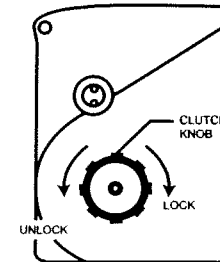

Figure 9
2. Pour dérouler le câble, tournez le bouton d'embrayage dans le sens contraire des aiguilles d'une montre et dévidez la quantité de câble dont vous avez besoin. Laissez toujours au moins trois (3) tours de câble sur le tambour. Ceci permet d'éviter que le câble se déloge du tambour lorsque la charge est appliquée.
6. Tournez le bouton d'embrayage dans le sens des aiguilles d'une montre jusqu'à la butée de verrouillage (voir figure 9). NE FORCEZ PAS ce bouton, vous risqueriez d'endommager l'embrayage.
Lors de la ré-installation, bien serrer l'écrou (voir fig. 9)
6. Turn the clutch knob (see figure 9) and the screw on wire arranger (see figure B) clockwise until tight. DO NOT over tighten or the clutch will be damaged.
6. Drehen Sie den Kupplungsknauf (siehe Abbildung 9) und schrauben Sie den Drahtanordner in Uhrzeigerrichtung auf (siehe Abbildung B), bis er gut festgezogen ist. NICHT zu fest anziehen, da sonst die Kupplung beschädigt wird.